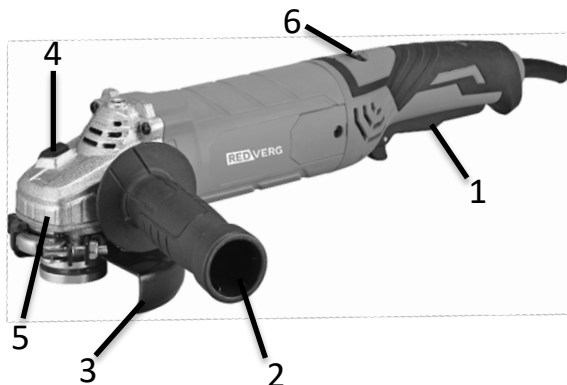

Рис.1.
- установите боковую рукоятку (рис.1 поз.2) в одном из трёх возможных положений справа, слева или сверху на корпусе редуктора МШУ;
- защитный кожух диска (рис.1 поз.3) необходимо устанавливать на инструмента таким образом, что бы закрытая сторона кожуха всегда находилась по направлению к оператору;
-для затяжки прижимной гайки рабочего диска сильно надавите на кнопку стопора шпинделя (рис.1поз.4), это поможет зафиксировать шпиндель от проворачивания, затем воспользуйтесь специальным ключом и закрутите прижимную гайку по направлению движения часовой стрелки;